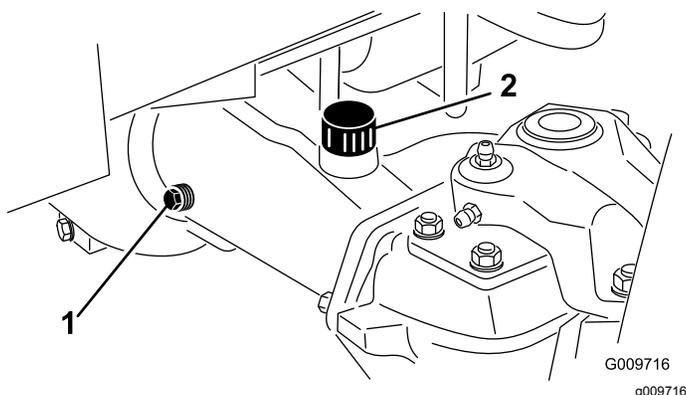

Figura 69
2. Togliete il tappo di controllo da un'estremità del ponte (Figura 69) e verificate che il lubrificante raggiunga la base del foro.
3. Se il livello è basso, togliete il tappo di riempimento (Figura 69) e rabboccate con lubrificante finché non raggiunge la base del foro del tappo di controllo.